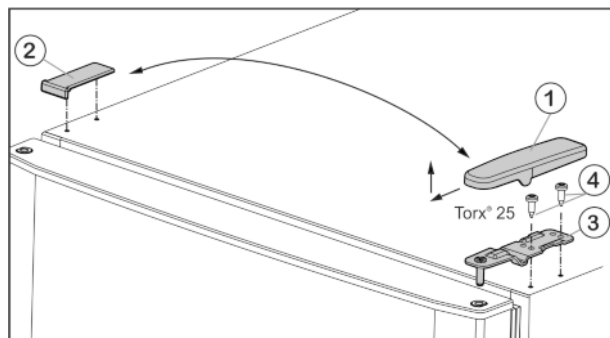

Fig. 6
- Потяните крышку Fig. 6 (1) вперед и вверх.
- Снимите крышку Fig. 6 (2).
- Открутите верхний опорный кронштейн Fig. 6 (3) (2 шт. Torx® 25) Fig. 6 (4) и поднимите вверх.
- Установите верхний опорный кронштейн Fig. 6 (3) на новой стороне шарнира и защелкните в дверце.
- Привинтите верхний опорный кронштейн (**с моментом 4 Нм**) (2 шт. Torx® 25) Fig. 6 (4). При необходимости используйте аккумуляторный шуруповерт.
- ▶ Наденьте и защелкните крышку Fig. 6 (1) на противоположной стороне снаружи.
- ▶ Также наденьте сверху и защелкните крышку Fig. 6 (2) на противоположной стороне.